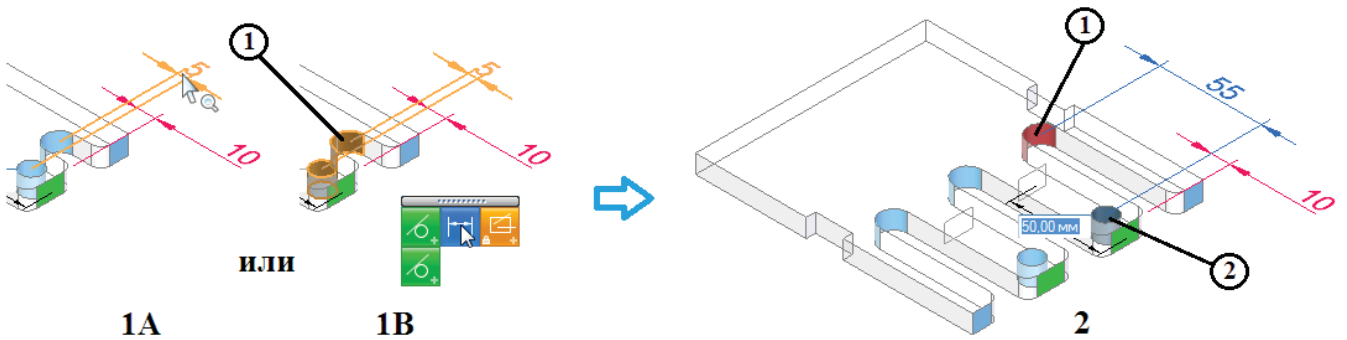
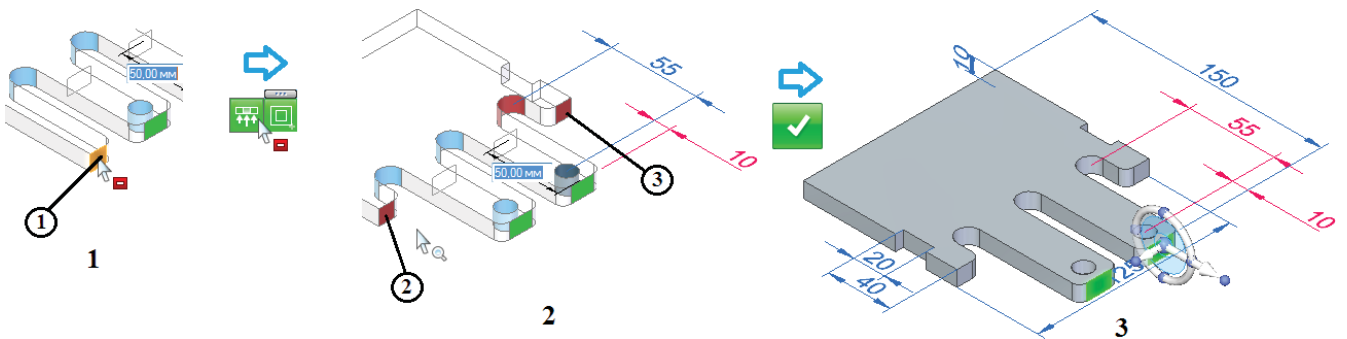

Рис. 2.3.51. Восстановление конструкторского замысла с помощью диспетчера решений, этап 1
Рис. 2.3.52. Восстановление конструкторского замысла с помощью диспетчера решений, этап 2
1. Освободить размерную связь, щелкнув ЛКМ по зафиксированному размеру со значением 5 (рис. 2.3.51, 1А), или отключить соответствующую размерную связь в палитре полукруглого паза позиции 1 (1В). Результат представлен на рис. 2.3.51, 2. Расположение пазов более не ограничено зафиксированным размером, и они заняли свое исходное положение. Следует обратить внимание на изменившийся цвет граней: грань позиции 1 приобрела красный цвет (таким цветом обозначаются изолированные грани – грани с отключенными связями), грань позиции 2 стала темно-синей (цвет граней, входящих в допустимое решение, но имеющих частично отключенные связи). Зафиксированные грани всегда отображаются черным цветом.
2. Отключить распознанную связь текущих правил – копланарность грани позиции 1 на рис. 2.3.52, 1 и симметричной ей грани с другой стороны детали и граней выбранного набора, для чего щелкнуть ПКМ по грани, поместить курсор на иконку связи **Копланарность** и отключить все похожие связи в модели. Результат представлен на рис. 2.3.52, 2. Обе грани позиций 2, 3 стали изолированными и заняли свое исходное положение.
3. Нажатие на кнопку **Подтвердить решение** закрывает диспетчер решений. Получена требуемая геометрия (см. рис. 2.3.52, 3), при этом набор перемещенных граней остается выбранным. Следует обратить внимание, что освобожденная размерная связь позиции 1 (рис. 2.3.51, 1В) снова стала зафиксированной – после завершения работы с диспетчером решений размеры восстанавливают свое состояние.